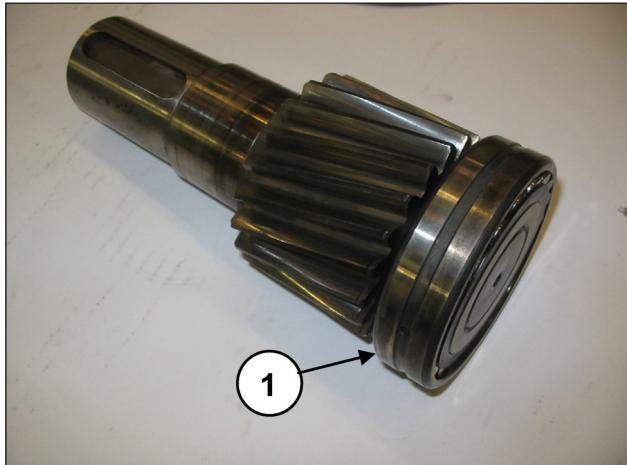

Abb. 60
Montieren Sie das Lager vorläufig auf das Ritzel (Pos. ①, Abb. 60) und setzen Sie das Ritzel bündig in seine Aufnahme am Getriebegehäuse ein (Pos. ①, Abb. 61); verwenden Sie dazu ein Schlagwerk.